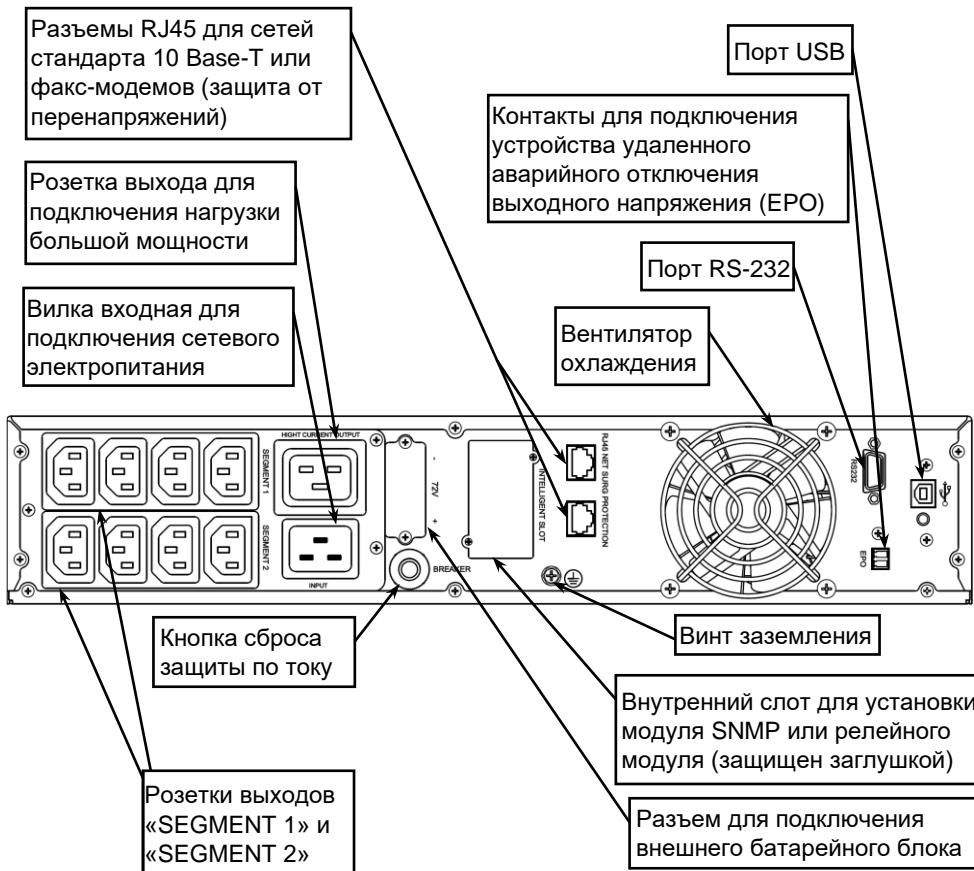

Рисунок 2 – Общий вид задней панели изделия.
для SNMP-модуля или релейного модуля и разъемы коммутационных портов (см. рисунок 2).
Разместите изделие в шкафу и закрепите его на передних стойках. Соедините винт заземления изделия (см. рисунок 2) с контуром заземления телекоммуникационного шкафа перемычкой заземления (в комплект поставки не входит).
- Подключите к выходным розеткам изделия кабели питания нагрузок (см. рисунок 2).
Изделие оснащено интеллектуальным слотом (см. рисунок2), предназначенным для установки модуля SNMP или реле. При установке модуля SNMP или релейного модуля в изделие, модуль обеспечивает расширенные возможности связи и мониторинга.